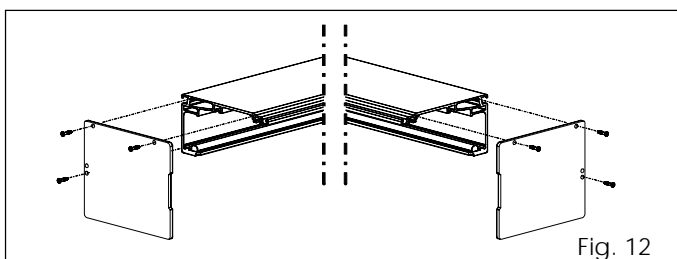

Fig. 12
- Coloque los flancos laterales como se indica en la fig. 12. Los flancos están pre-ranurados para adaptarse a los travesaños con o sin perfil autoportante.